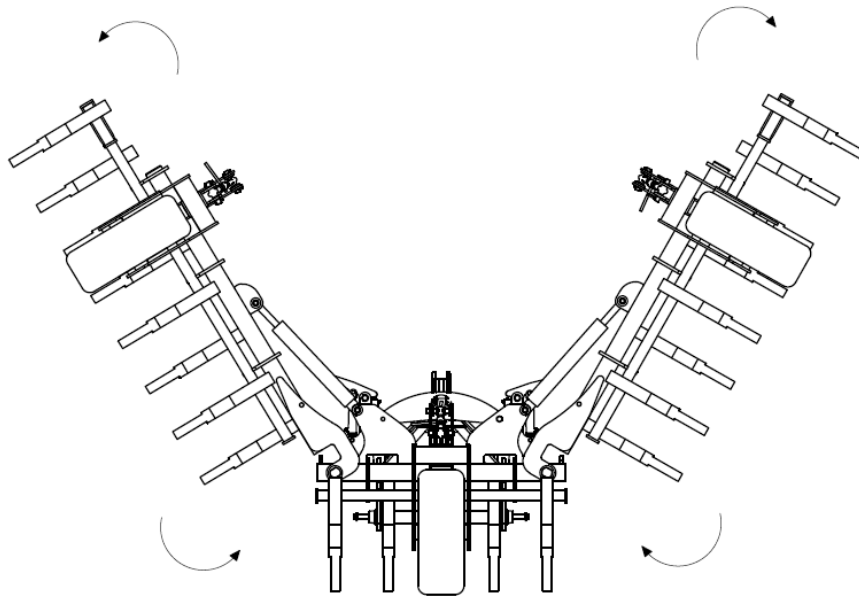

Abb. 6 Reihenfolge der Öffnung der Maschine: Öffnen der Maschine unter besonderer Berücksichtigung der Höhe der Armdenden vom Boden.
4. Achten Sie beim Öffnen der Flügelarme der Maschine darauf, dass die Enden der Arme auf der richtigen Höhe sind, damit sie nicht am Boden hängen bleiben (Abb. 6).